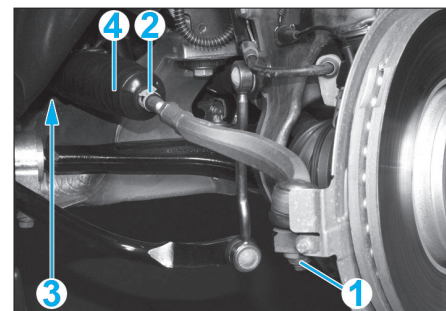

Fig. 11
- l'écrou (1) (Fig.11).
- le collier (2) à l'aide d'une pince universelle,
- le collier (3) du soufflet sur le boîtier de direction à l'aide d'un tournevis fin,
- le soufflet (4) de protection de la biellette.